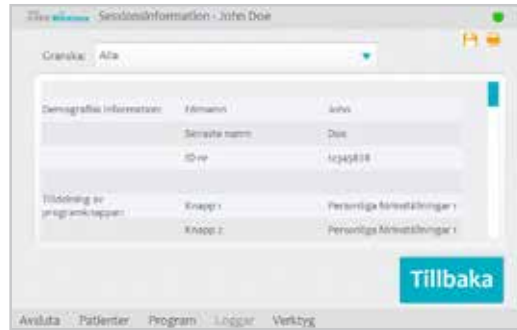

Bild 8-35: Fönstret Sessionsinformation
4. Fönstret Sessionsinformation öppnas och visar den information som sparats för sessionen. Se bild 8-35.